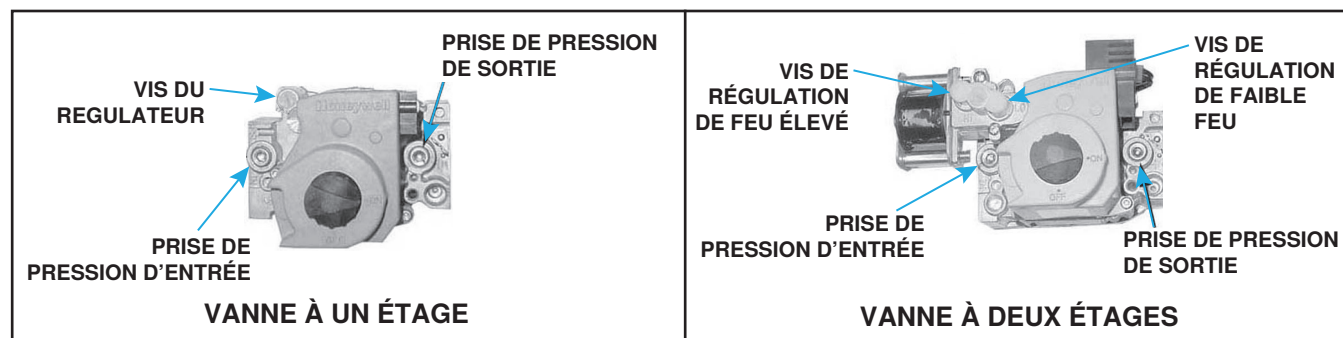

Figure 28. Vannes à gaz combinées
1. Positionnez la soupape manuelle (sur la soupape combinée) de manière à prévenir la circulation vers les brûleurs principaux et branchez le manomètre sur la prise de pression (voir Figure 28).
3. Normalement, aucun ajustement du régulateur réglé en usine ne devrait être nécessaire. Si un ajustement est requis, réglez la pression sur la valeur correcte en tournant la vis du régulateur (voir Figure 28) vers l'intérieur (sens des aiguilles d'une montre) pour augmenter la pression. Tournez la vis du régulateur vers l'extérieur (sens contraire aux aiguilles d'une montre) pour réduire la pression. Consultez la documentation du fabricant de la soupape qui accompagne la fourniture pour des informations plus détaillées.
2. Connectez le manomètre à la prise de pression d'entrée sur la vanne de gaz combiné (voir Figure 28).